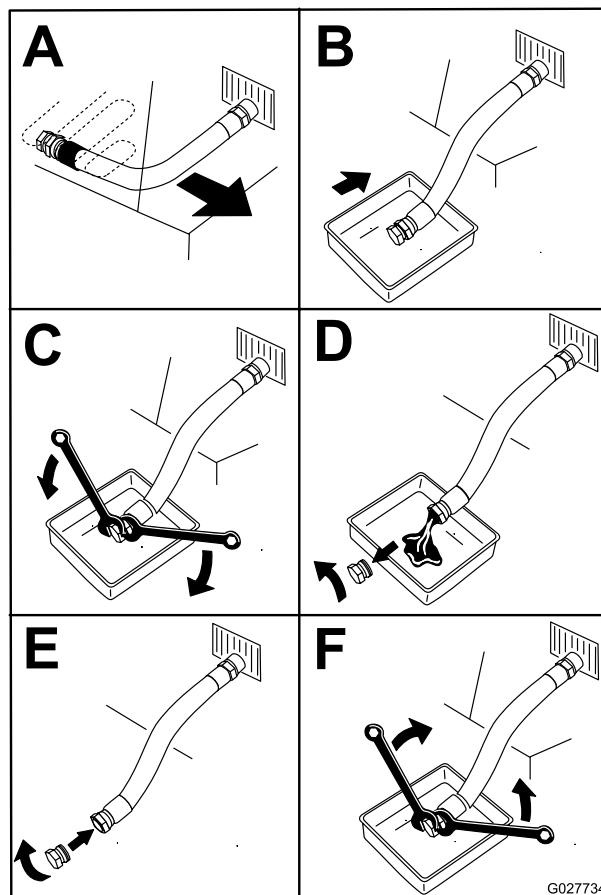

Figura 43
5. Drene el aceite del motor (Figura 43).